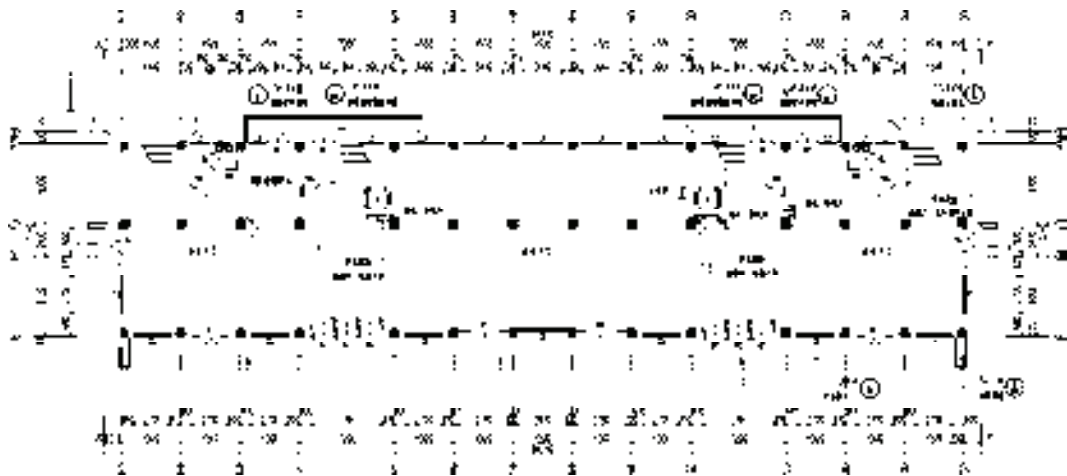

图 15-74 绘制指北针
14) 绘制指北针。调用“画指北针”命令，指定平面图左上角点为插入点，在命令行提示“指北针方向<90.0>:”时，按〈Enter〉键，绘制指北针的结果如图 15-74 所示。